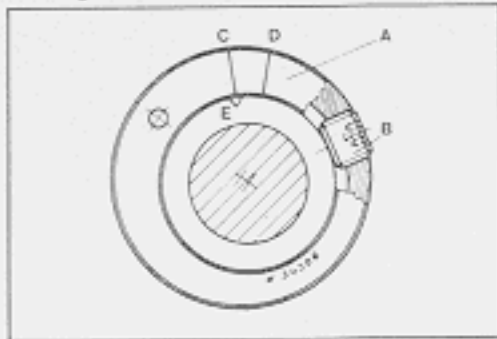
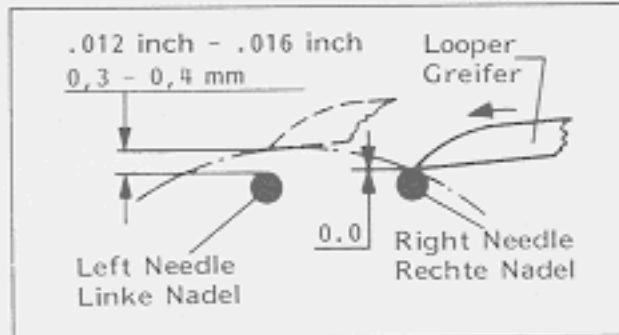

Fig.71
Fig.72
After loosening the eccentric set screw (B, Fig. 71) the eccentric (A) can be turned within the area of C and D to obtain a distance of 0,3 - 0,4 mm (.012-.016 in.) (Fig. 72) between the left needle and looper point, when the looper moves from right to left. This adjustment is made at the factory.
Nach Lösen der Schraube (B, Fig. 71) wird der Exzenter (A) im Bereich zwischen C und D so eingestellt, daß der Abstand zwischen der linken Nadel und der Greiferspitze 0,3 - 0,4 mm beträgt (Fig. 72), wenn der Greifer sich von rechts nach links bewegt. Diese Einstellung erfolgt im Werk.